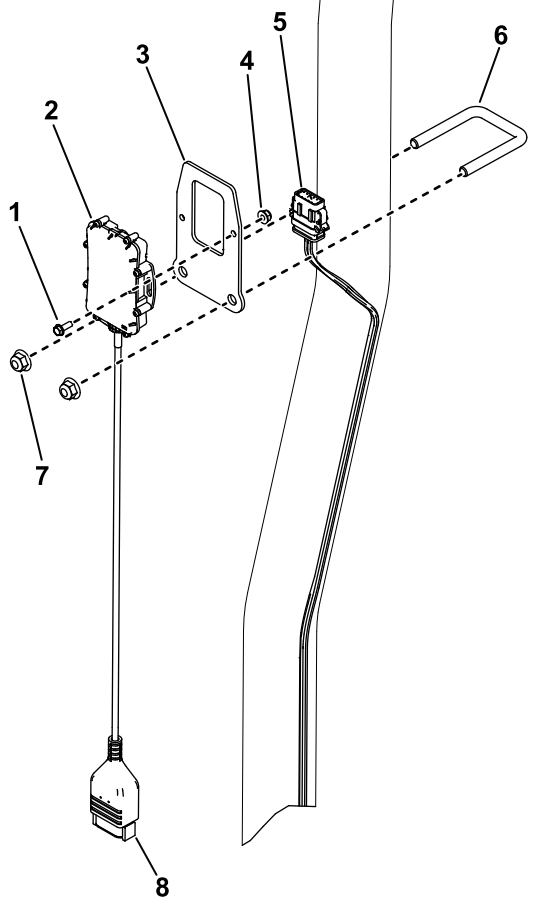

図 5
2. Uボルトとナット($\frac{3}{8}$ ") 2個を使って、デバイスブラケットをロールバーに固定する(図 5)。
3. デバイスコネクタをテレマティクスワイヤーハーネスのP02というラベルの付いたコネクタに取り付ける(図 5)。